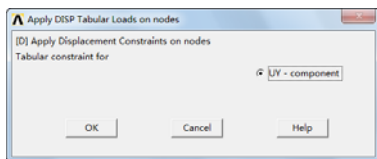

图 9-27 “Apply DISP Tabular Loads on nodes”对话框
⑮单击“OK”按钮，会弹出“Apply DISP Tabular Loads on nodes”对话框，如图 9-27 所示。